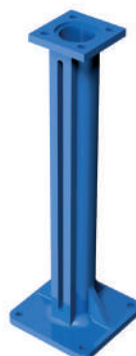

Fig. 4
- Colonne de manœuvre droite (fig. 4)